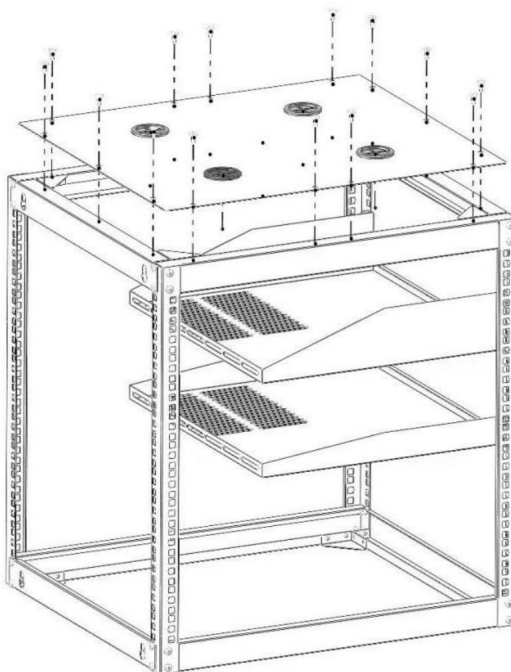

Figura 4
4. Posizionare il pannello superiore (5) sull'involucro. Fissare con 14 viti autofilettanti M5*10 (8) sul pannello superiore utilizzando un cacciavite elettrico. (Figura 4).